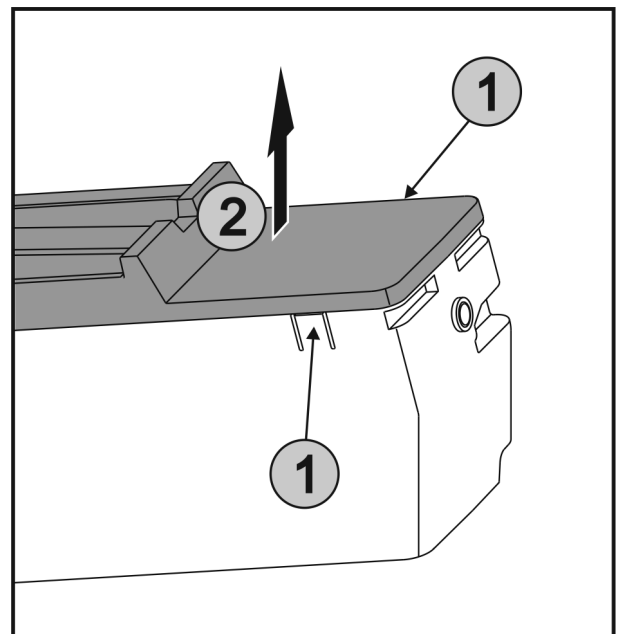

Fig. 74
- ▶ Laschen Fig. 74 (1) an den beiden Seiten von EasyTwist-Ice gleichzeitig drücken und die Abdeckung Fig. 74 (2) nach oben entnehmen.